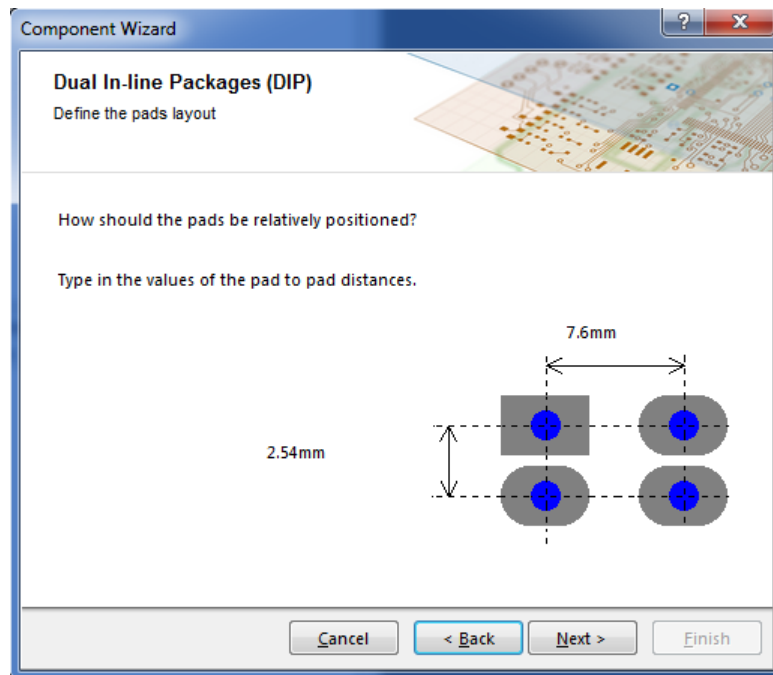

Рис. 3.5
5) Встановіть відстань між контактними площадками згідно з розмірами корпусу так, як зображено на рис. 3.5 і натисніть **Next**.